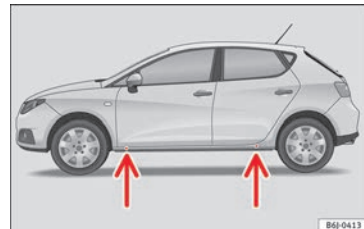

Bild 66 Punkter för placering av domkraft
- Hitta stödpunkterna på staget (nedsänkt område) i närheten av hjulet som ska bytas **» bild 66.**